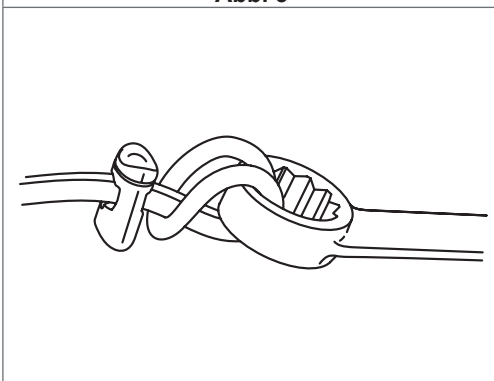

Abb. 5
3. Ziehen Sie die Schleufe um das Werkzeug fest. Wenn Sie einen Haltegurt mit einstellbarer Schleufe verwenden, stellen Sie die Schiebeklemme so ein, dass die Schleufe fest um das Werkzeug herum sitzt. (Abbildung 5)